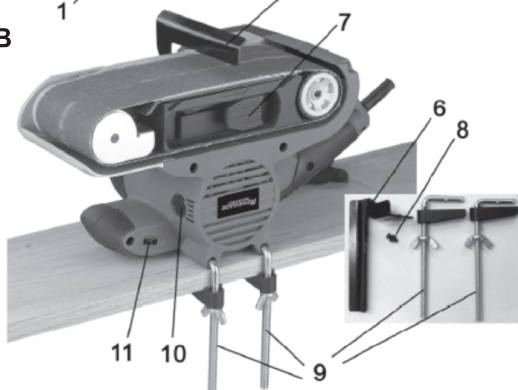

Рис.1
- вращая регулировочный винт (поз. 1, Рис.1) по часовой или против часовой стрелки, обеспечить параллельность шлифовальной ленты к плоской стороне инструмента. Если шлифовальная лента по-прежнему сбега с инструмента, нужно заменить её новой лентой.
Для регулировки оборотов необходимо вращать регулятор оборотов (поз. 11, Рис. 1).
Установка шлифмашины в стационарное рабочее положение (Рис. 1, В)
Для установки шлифмашины в стационарное положение используются струбцины (поз. 9, Рис. 1) и упор для шлифовки (поз. 6, Рис. 1).
3. Закрепите с помощью двух струбцин шлифмашину к верстаку (столу) как показано на Рис. 1,В.
4. Установите на шлифмашину упор для шлифовки, прикрутив его монтажным винтом (поз. 8, Рис. 1, В) к монтажному отверстию (поз. 2, Рис. 1, А).
Для включения шлифмашин в стационарном положении сначала зафиксируйте пусковой курок кнопкой фиксации курка (Рис. 1), затем подключите шлифмашину к электросети.
Включение и выключение инструмента производится путем нажатия пускового курка (поз. 4, Рис.1). Инструмент следует включить до момента соприкосновения с обрабатываемой поверхностью. Перед тем как выключить инструмент, его следует поднять над обрабатываемым изделием.
- нажмите на курок (поз. 4, Рис.1).
- не отпуская курок, нажмите на кнопку фиксации курка (поз. 5, Рис.1).